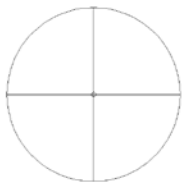

图 15.144 绘制水平和垂直的直径
(2) 执行直线命令, 画两条过同心圆圆心的垂直和水平方向的直径, 如图 15.144 所示。